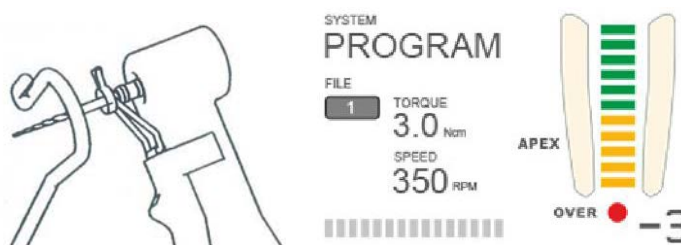

Рисунок 29
5.5.3 Изображение увеличенной области апикального отверстия в режиме измерения общей длины апикального отверстия выглядит следующим образом (см. Рисунок 29):
Примечания (см. Рисунок 29):